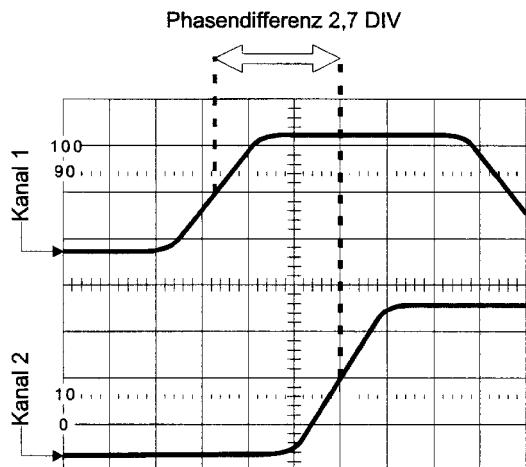

Abbildung 8.6-1
- 4.) Ermitteln Sie den Abstand (siehe Abbildung 8.6-1 und berechnen die Zeit entsprechend der eingestellten Ablenkgeschwindigkeit.